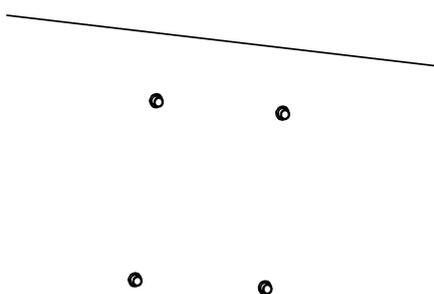

Рис. 1.2. Отверстия под анкерные болты
2. Просверлите в стене четыре отверстия под болты в соответствии с отверстиями в кронштейне (Рис. 1.2). Вставьте анкерные болты М8 (приобретаются отдельно) в просверленные отверстия.